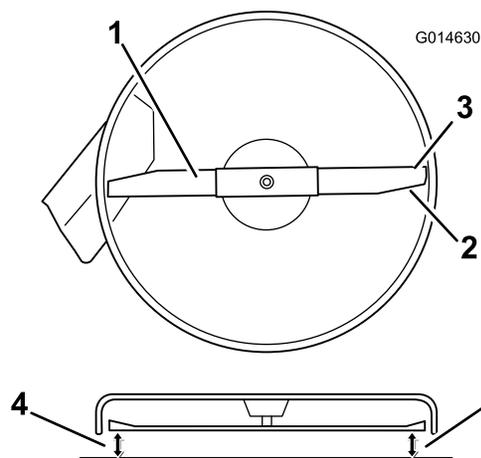
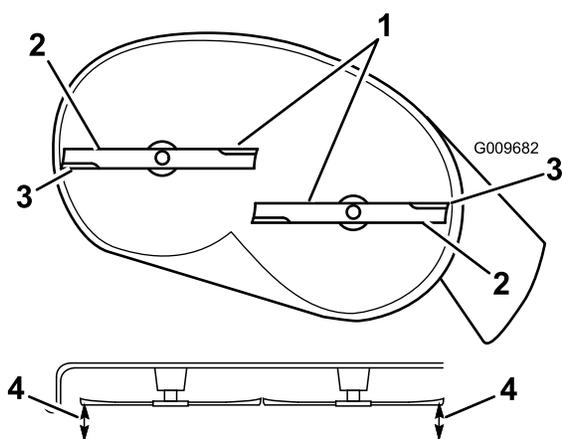

Figura 64
Figura 65
- Girate con cautela la(e) lama(e) in modo che sia(no) disposta(e) lateralmente (Figura 64 e Figura 65).
5. Misurate la distanza tra i taglienti esterni e la superficie piatta (Figura 64 e Figura 65).